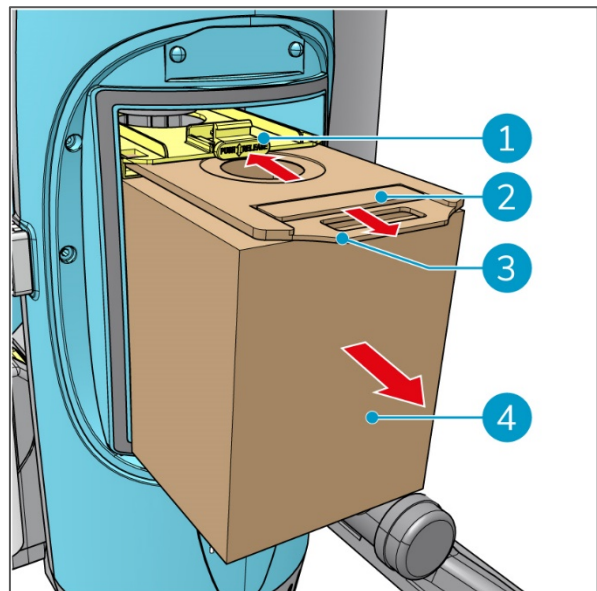

Figura 9
4. Premere il pulsante giallo (Figura 9, pos 1) per rilasciare il sacchetto per la polvere.
5. Tirare la maniglia di cartone (Figura 9, pos 2) per rimuovere il sacchetto per la polvere (Figura 9, pos 4).
6. Tirare l'etichetta di cartone (Figura 9, pos 3) per sigillare il sacchetto per la polvere.